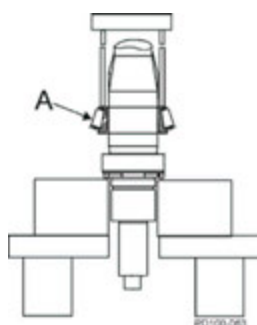

Abb.79 Lager auf die Welle drücken
1. Heben Sie die untere Kegel- und Rolleneinheit (Abb.79, Pos. A) von dem Lagerstapel und setzen Sie sie mit dem Radius nach unten auf die Welle. Drücken Sie die Einheit bis zum Wellenabsatz auf die Welle. **Drücken Sie dabei nur auf den inneren Kegel.**